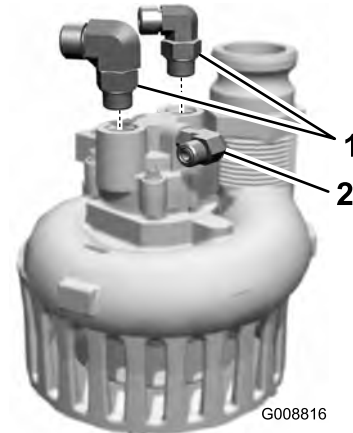

Figura 3
4. Retire los 2 acoplamientos de 90 grados más grandes de la parte superior de la bomba (Figura 3). No retire el acoplamiento de 90 grados más pequeño del lado de la bomba.